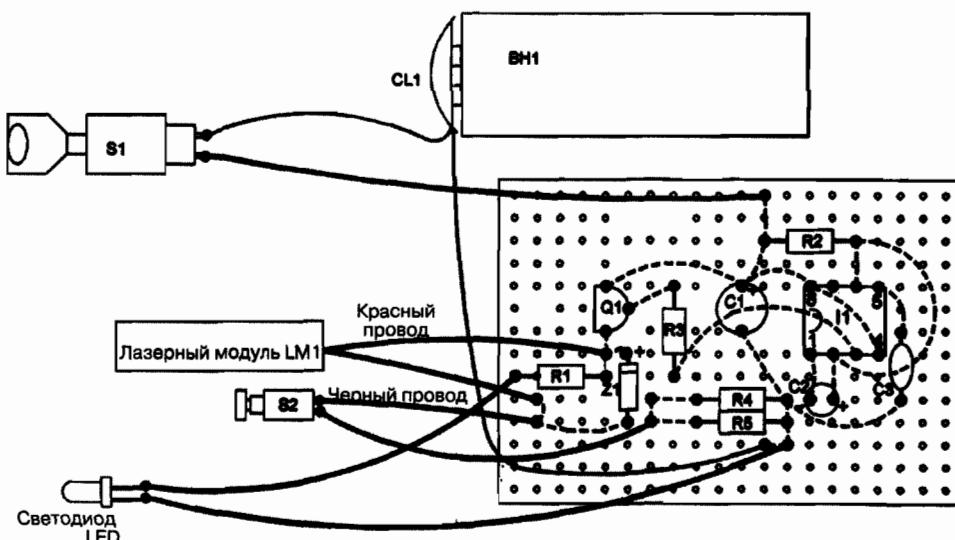

Рис. 11.3. Соединения платы для внешних подключений
2. Вставьте компоненты в макетную плату с перфорацией металлизированных отверстий, начав с левой стороны платы, и разместите их так, как показано на рис. 11.3, используя отверстия для ориентировки. Используйте выводы компонентов по мере соединений по схеме. Соединения показаны пунктирной линией и припаиваются с тыльной стороны платы. Рекомендуется до начала пайки примерить крупные детали.
3. Нарежьте, зачистите и облудите провода длиной 10 см для подключения S1 и светодиода LED. Выполните соединения этих компонентов, а также CL1 и LM1 (см. рис. 11.3). Обратите внимание на полярность лазерного модуля по цвету выводов. Красный вывод – положительный, черный – отрицательный.
С рис. 11.3